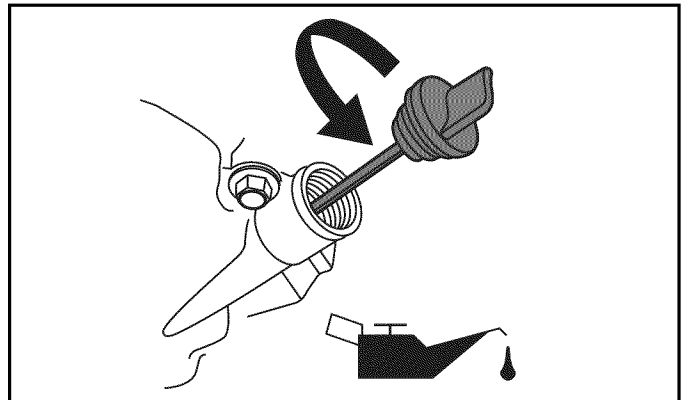

Figura 6-5. Llenado de aceite de motor
- Limpié la zona alrededor de la abertura de llenado de aceite, retire la tapa de llenado de aceite y limpie la varilla de medición (Figura 6-5).